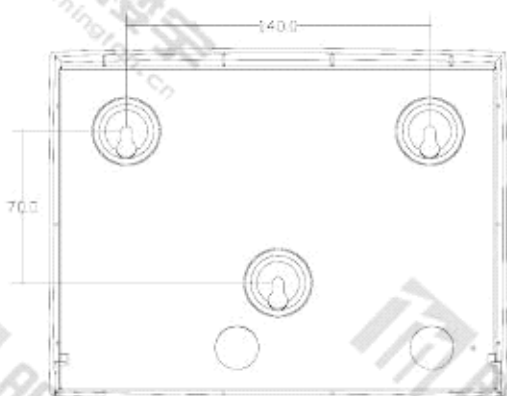

图 4 安装尺寸图(单位: mm)
2. 在墙上平整表面标记出 3 个安装孔位置，钻孔，安装膨胀螺栓并拧入螺钉，不要拧紧（图 4）。